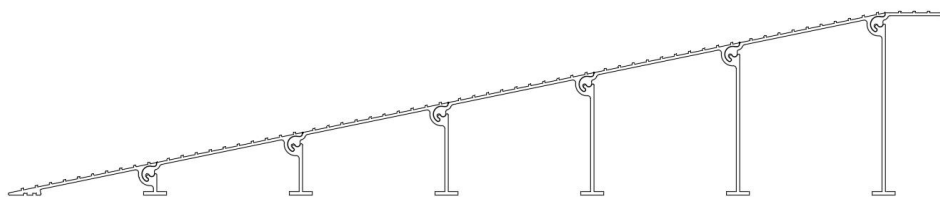

FIG.1
- (1) Antes de comenzar la instalación, use guantes para proteger sus manos.
- (2) Elija una ubicación de instalación adecuada, asegurándose de que el suelo esté nivelado y firme.
- (3) Alinee y entrelace cada sección de la rampa hasta que todas las partes estén uniformes.
- (4) Comenzando con la extensión de 1", instale las extensiones del umbral en el orden mostrado (FIG. 1) hasta alcanzar la altura final. Junte las extensiones del umbral en un ángulo aproximado de 45° y gírelas hasta su posición una vez que la bombilla esté encajada en la ranura .